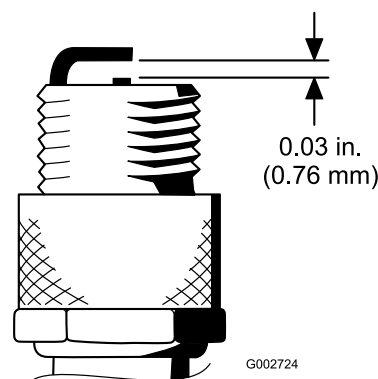

Figure 48
4. Réglez l'écartement entre les électrodes centrale et latérale à 0,76 mm (Figure 48).